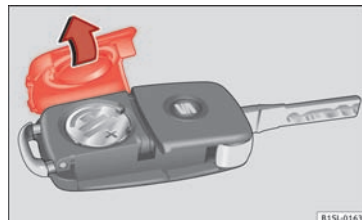

Fig. 30 Bilnøgle: afdækning til batterirum
- Tag afdækningen på bagsiden af bilnøglen »» Fig. 30 af i pilens retning »» ①.
- Sæt afdækningen på som vist på billedet »» Fig. 30, og tryk den modsat pilens retning på bilnøglen, indtil den går i hak.
① FORSIGTIG